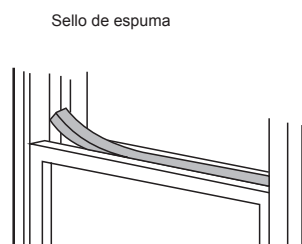

Fig. 11
5. Corte la longitud necesaria de sello de espuma y selle la abertura entre el marco superior y exterior de la ventana, como se muestra en la Fig. 11.